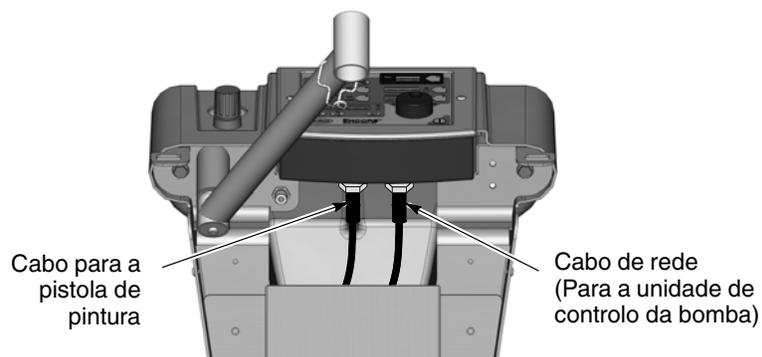

Figura 3-7 Ligação do cabo da pistola de pintura ao controlador do sistema - sistema móvel ilustrado
1. Sistema móvel: Consulte a figura 3-7. Enfie o cabo da pistola para pintura na parte traseira da torre do carro e para acima através da parte dianteira superior. Isto permitirá ao utilizador atar o cabo juntamente com os tubos de ar de padrão e de lavagem de elétrodos.